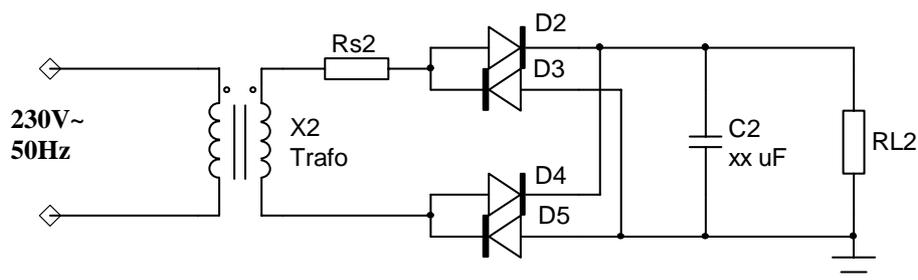

Abb.02: Zweiweg-Gleichrichter
3.2 Für eine **Zweiweggleichrichterschaltung** ist die Schaltung gem. Abb. 02 im "SpiceNet" Fenster